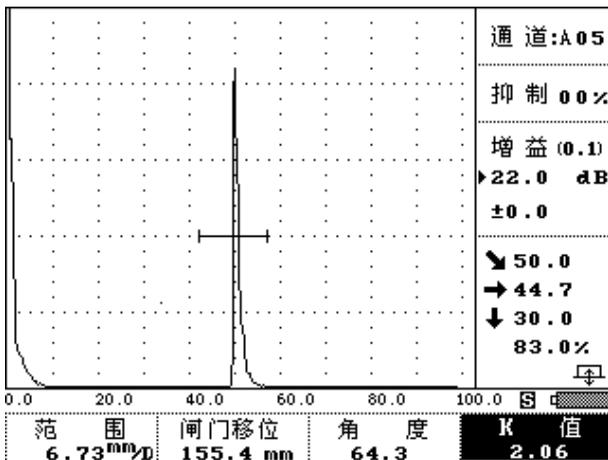

图 3-5-7
- ③ 此时如果已找到该测试孔的最高回波，则按  键或转动旋钮到  栏单击旋钮仪器将自动计算 K 值。如图 3-5-7。并在屏幕下方出现提示：